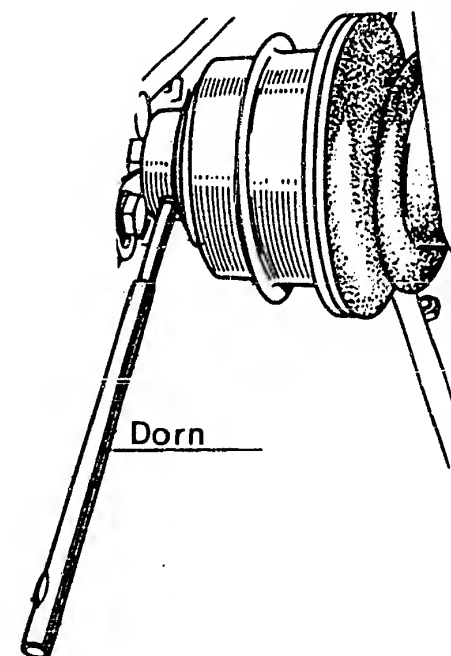

Bild 4a Um die Antriebswelle ausbauen zu können, ist an der rechtsseitigen Doppelgelenkwelle der Spannstift mit einem Dorn herauszuschlagen.
- rechte Seite: Spannstifte der Antriebswelle beim Getriebe austreiben (siehe Bild 4a),